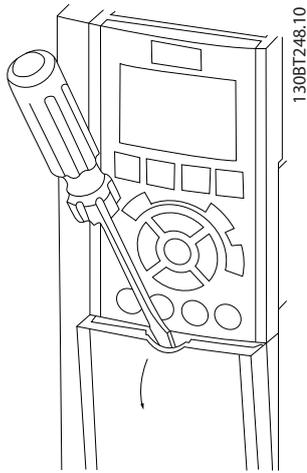

Рисунок 2.13 Доступ к подключению элементов управления в корпусах A2, A3, B3, B4, C3 и C4
- Снимите крышку с помощью отвертки. См. Рисунок 2.13.